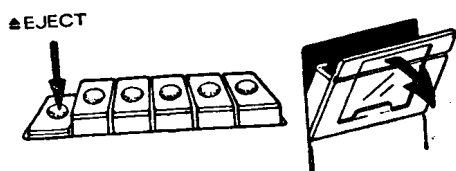

图 1-2
1. 按下“EJECT”（取盒）按钮，见图1-2。如果有其他任何一个按钮已按下的话，则请先按下“STOP”（停止）按钮，然后再按下取盒按钮。